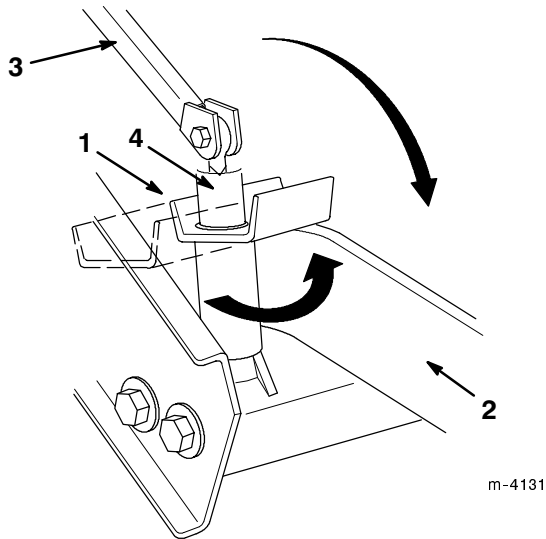

Figure 10
12. Rabattre les presses sur les bras de chargeur, et abaisser les leviers de presse vers l'arrière pour les fixer (Fig. 10).